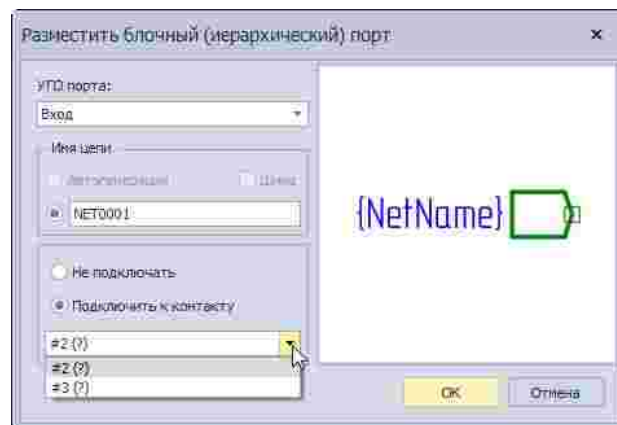

Рис. 257 Сопоставление блочного порта с выводом УГО блока
3. Сопоставить блочный порт с выводом УГО блока. Данное действие доступно только в том случае, если для УГО блока были созданы выходы. Для сопоставления порта и вывода нужно установить переключатель в положение «Подключить к контакту» и с помощью выпадающего списка выбрать нужный вывод УГО блока, см. Рис. 257.